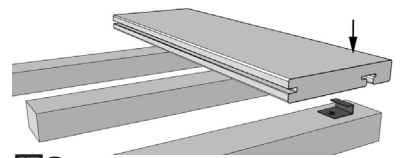
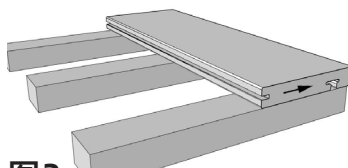
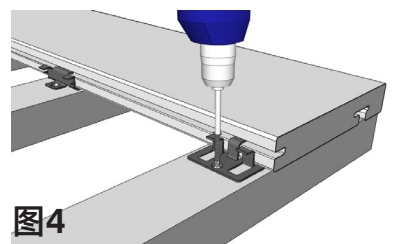

图2
图3
图4
- ④ 安装踏步固定、活动卡件，如图3、图4所示：
① 安装平台起始板（HLSC-034B）。如图
1、图2、图3所示：
② 固定、活动卡件安装示意，如图4所示：